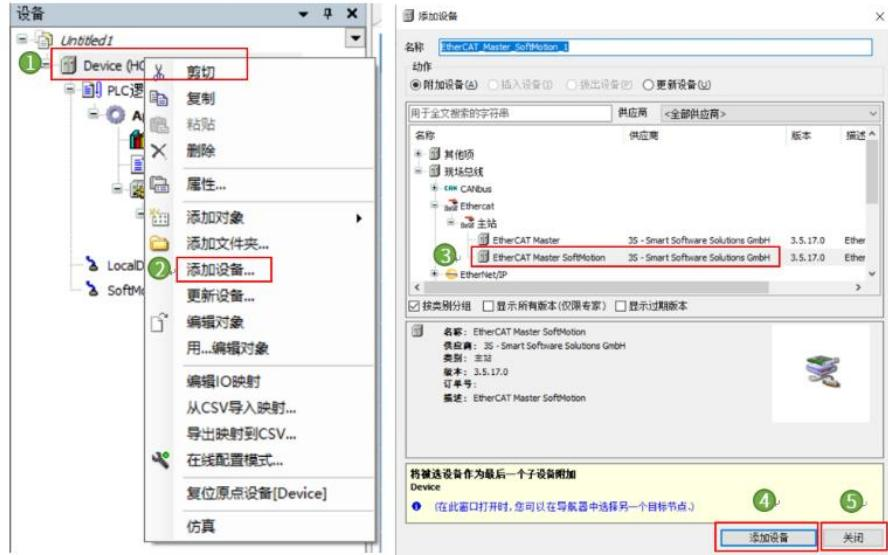

图13-7 添加EtherCAT主站
1. 回到软件内，右击【Device】选择【添加设备】。在弹出页面中选择【EtherCAT Master SoftMotion】，点击【添加设备】，添加完成后点击【关闭】，如图13-7所示。此时工程EtherCAT主站已添加完成。